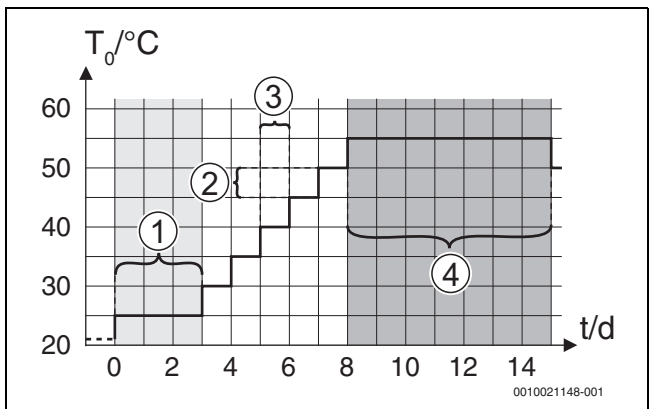
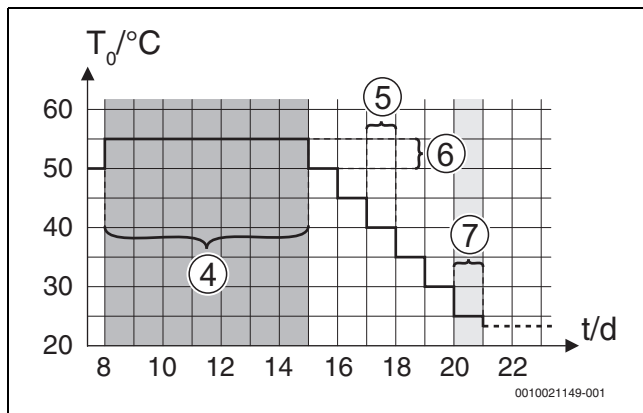

Bild 6 Urtorkningsprocessen med standardinställningar i uppvärmningsfasen
Bild 7 Urtorkningsprocessen med standardinställningar i kylfasen
**Förklaring till bild och bild. 6 och bild 7:**
Väntetid innan start	[Ingen väntetid]: torkprogrammet för golvbeläggning startar omedelbart för de valda värmekretsarna. [1 ... 50] dagar: torkprogram för golvbeläggning startar efter den inställda väntetiden. De valda värmekretsarna slås av under väntetiden, frostskydd är aktivt (→ bild. 6, tid före dag 0)
Startfas tid	[Ingen startfas]: ingen startfas. [1 ... 3 ... 30] dagar: inställning för tidsfördröjningen mellan början av startfasen och nästa fas (→ bild 6, [1]).
Startfas temperatur	[20 ... 25 ... 55] °C: framledningstemperatur under startfasen (→ bild 6, [1])
Uppvärmn.fas steglängd	[Ingen uppvärmningsfas]: ingen uppvärmningsfas äger rum. [1 ... 10] dagar: inställning för tidsfördröjningen mellan stegen (stegring) i uppvärmningsfasen (→ bild 6, [3])
Uppvärmn.fas temp.skill.	[1 ... 5 ... 35] K: temperaturskillnad mellan stegen i uppvärmningsfasen (→ bild 6, [2])
Hållfas tid	[1 ... 7 ... 99] dagar: tidsfördröjning mellan början av hållfasen (varaktighet för den maximala temperaturen för urtorkning) och nästa fas (→ bild 6, [4])
Hållfas temperatur	[20 ... 55] °C: framledningstemperatur under hållfasen (maximal temperatur, → bild 6, [4])
Avkylningsfas steglängd	[Ingen avkylningsfas]: ingen kylfas äger rum. [1 ... 10] dagar: inställning för tidsfördröjningen mellan stegen (stegring) i kylfasen (→ bild 7, [5]).
Avkylningsfas temp.skill.	[1 ... 5 ... 35] K: temperaturskillnad mellan stegen i kylfasen (→ bild 7, [6]).
Slutfas tid	[Ingen slutfas]: ingen slutfas äger rum. [Perman.]: en sluttid definieras inte för slutfasen. [1 ... 30] dagar: inställning för tidsfördröjningen mellan början av slutfasen (sista temperatursteget) och slutet av torkprogrammet för golvbeläggning (→ bild 7, [7]).
Slutfas temperatur	[20 ... 25 ... 55] °C: framledningstemperatur under slutfasen (→ bild 7, [7]).